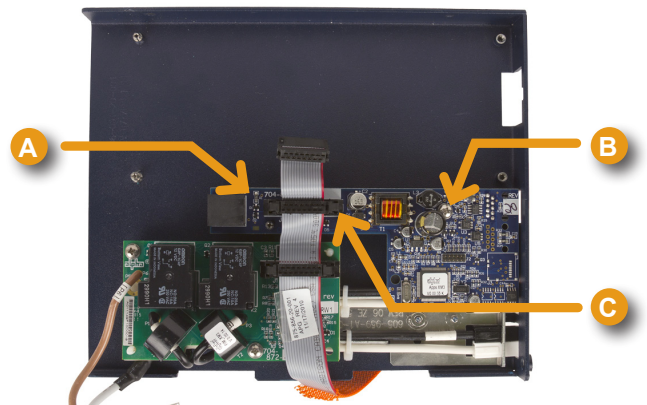

Fig. 2-16, Ubicaciones del cable plano, el tornillo y el soporte de la tarjeta APPS
2. Con el panel frontal abierto, instale la tarjeta APPS presionándola firmemente sobre el soporte (A) y ajustando el tornillo 6-32 (B) (vea la Fig. 2-16).
3. Conecte el cable plano (C) y asegúrese de que los ganchos de sujeción estén cerrados.